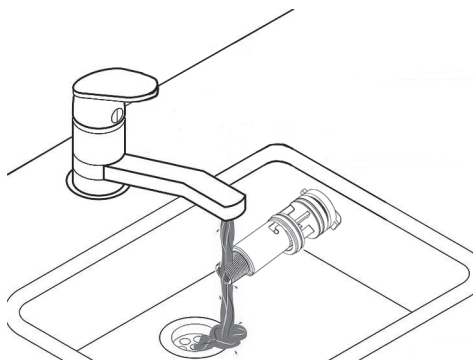
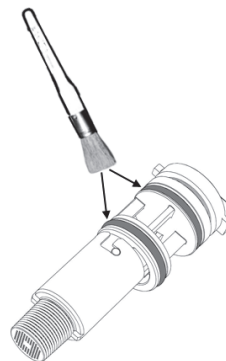

fig. 47
fig. 48
- Ahora es posible limpiar el caudalímetro (fig. 47 y fig. 48) o sustituir los componentes.